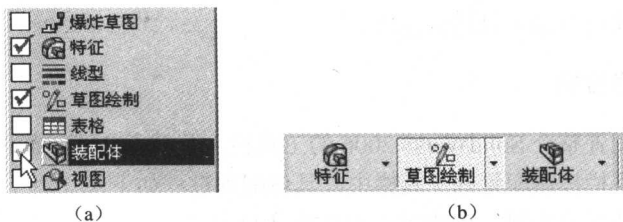

图 1-11 配置命令管理器
- 在命令管理器上单击鼠标右键，弹出菜单中选择【自定义 CommandManager...】，SolidWorks 将弹出配置菜单，图 1-11 (a) 为部分配置菜单。
- 在配置菜单中选择需要添加的工具栏，图 1-11 (a) 为选择“装配体”工具栏。
- 完成选择后在视图中单击鼠标左键，或按 Esc 键，退出命令管理器配置，可以看到在命令管理器中新增了“装配体”工具栏，如图 1-11 (b) 所示。